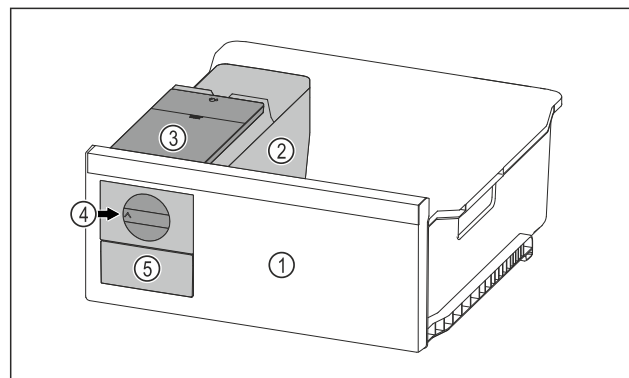

Fig. 149 Vejledende illustration
- Drej drejeknappen Fig. 149 (4) med uret indtil anslaget.
- Isterninger falder ud af isterningebakken og ned i isterningskuffen Fig. 149 (5).